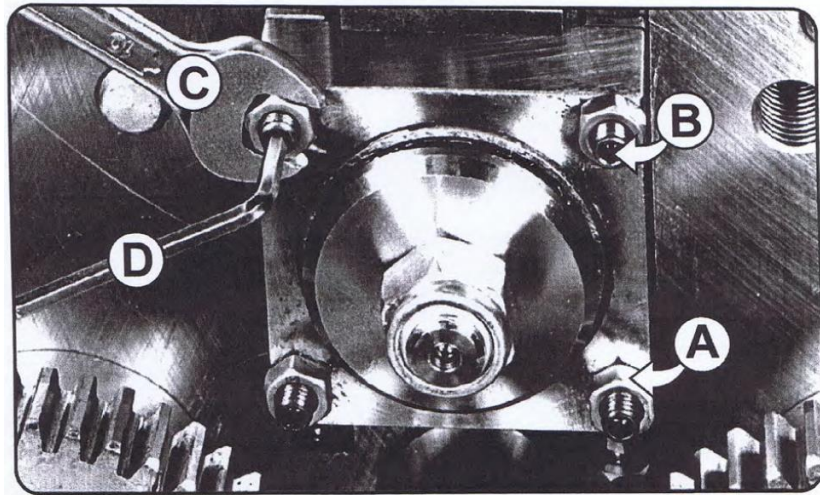

Рис. 1
- ⇒ С помощью гаечного ключа (10 мм – поз. С) отвинтите 4 шестигранные стопорные гайки поперечных направляющих валиков (поз. А, рис. 1).